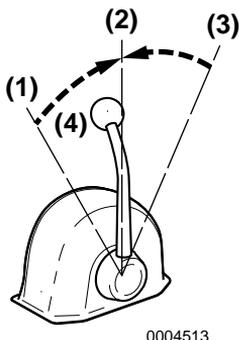

Figure 2
Utilisez la manette d'accélération (**Figure 2, (4)**) pour contrôler l'accélération et la décélération. Déplacez la manette lentement.
- **AVIS: N'embrayez JAMAIS la transmission marine à un régime élevé du moteur. Au cours du fonctionnement normal, la transmission marine doit être embrayée seulement avec le moteur au ralenti.** Pour déplacer la manette entre FORWARD (**Figure 2, (1 or 3)**) et REVERSE (**Figure 2, (1 or 3)**), mettez l'embrayage sur NEUTRAL (**Figure 2, (2)**) et attendez avant de changer lentement l'embrayage vers la position voulue. Ne passez pas brutalement de FORWARD à REVERSE ou vice versa.